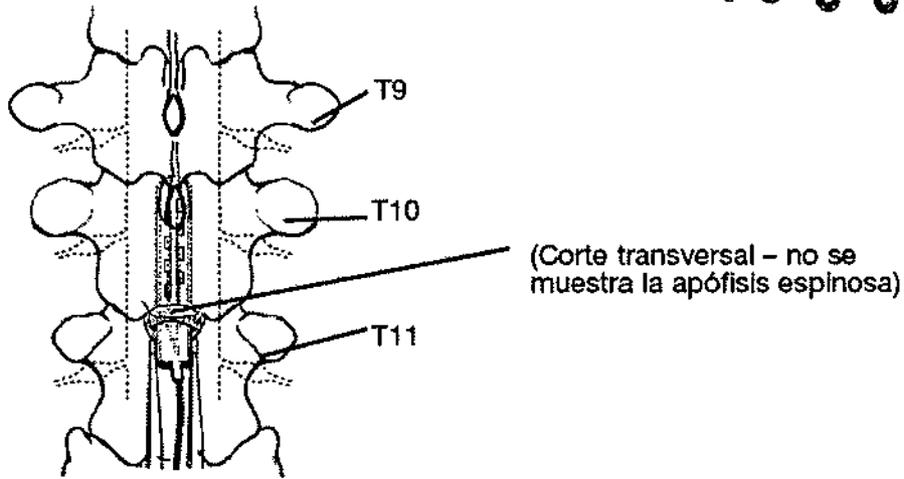

FIGURA 13
5. Sujete el electrodo con pinzas de punta de goma y páselo por la apertura del ligamento, asegurándose de que los electrodos miren hacia la dura (ver Figura 13).